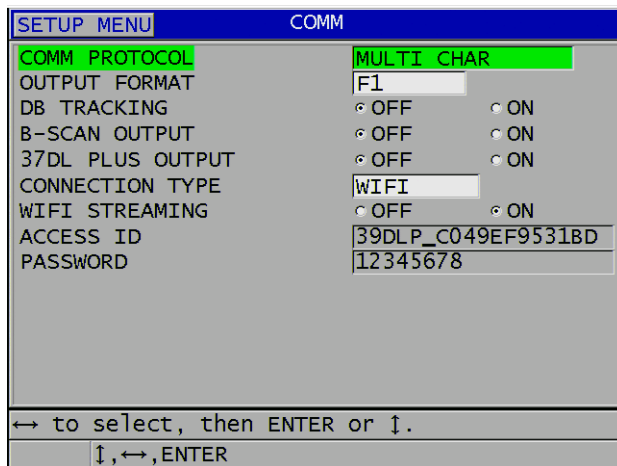

図 14-5 WiFi の構成
4. 通信画面で、接続タイプを WIFI に設定します (269 ページの図 14-5 参照)。